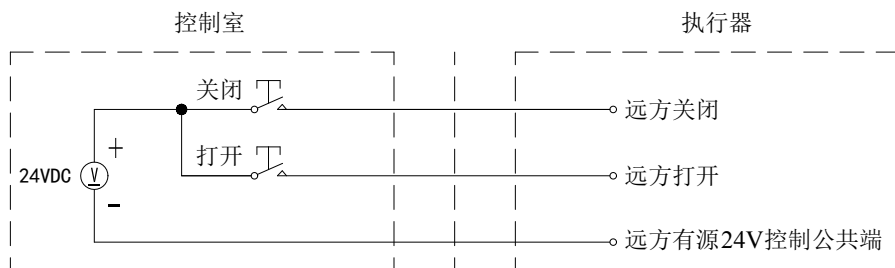
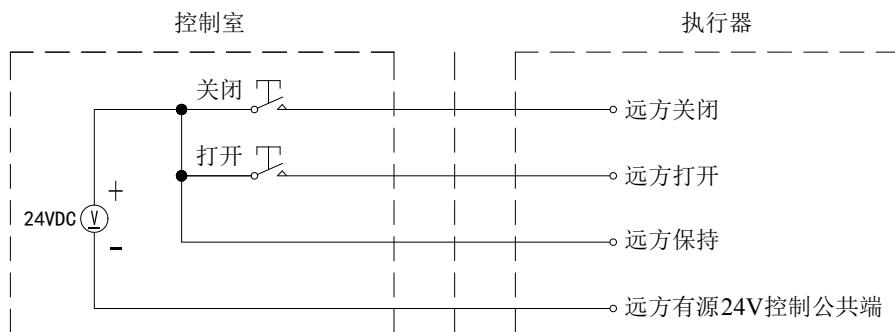
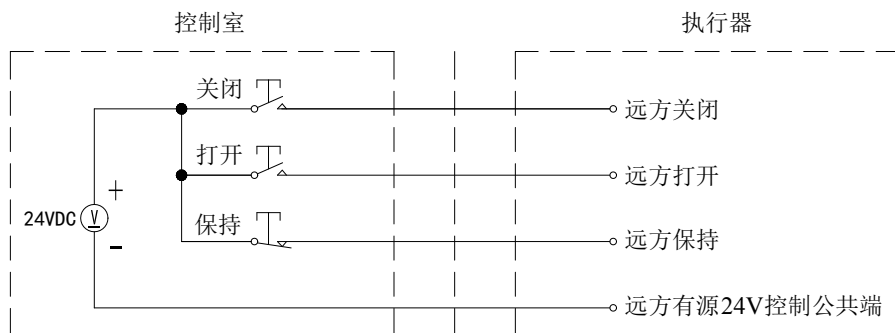

图4 点动式打开、关闭控制，执行器可以停在中途任意位置(使用外部24V电源)
图5 保持式打开、关闭控制，行程可逆，但不可以停在中途位置(使用外部24V电源)
图6 保持式打开、关闭、停止控制(使用外部24V电源)
9.1.2 使用外部24V直流电压实现控制，连线见图4、图5、图6。